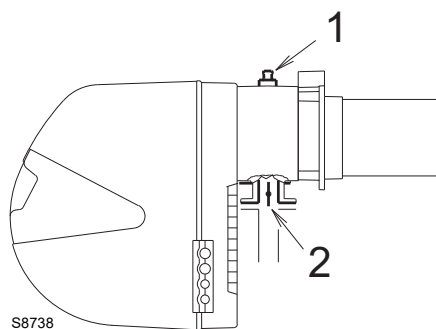

Fig. 21
Presión de gas medida en la toma 1)(Fig. 21), con:
Pérdida de carga en válvula de mariposa del gas 2)(Fig. 21) con apertura máxima: 90°.
- restar a la presión del gas en la toma 1)(Fig. 21) la presión de la cámara de combustión.
Presión de gas en la toma 1)(Fig. 21) = 10,4 mbar
En cambio, para conocer la presión de gas necesaria en la toma 1)(Fig. 21), una vez fijada la potencia en la cual se desea que funcione el quemador con la máxima potencia:
- Leer a la derecha, en la columna 1, la presión en la toma 1)(Fig. 21).
presión necesaria en la toma 1)(Fig. 21).